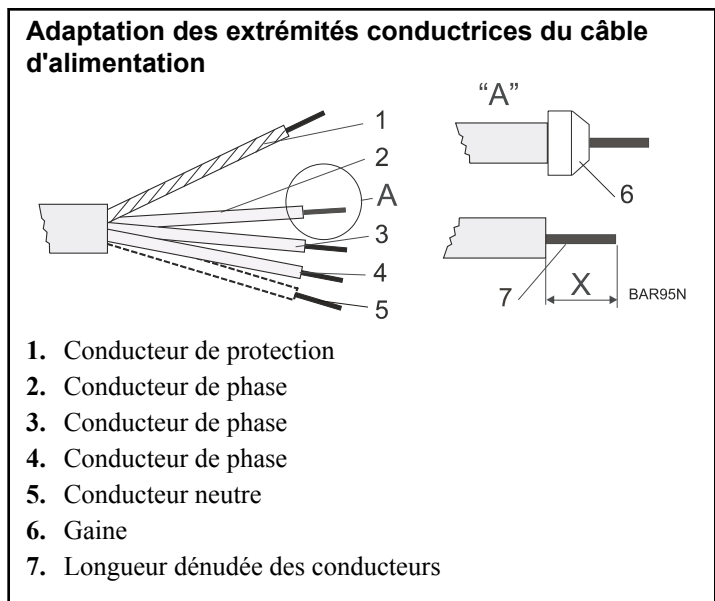
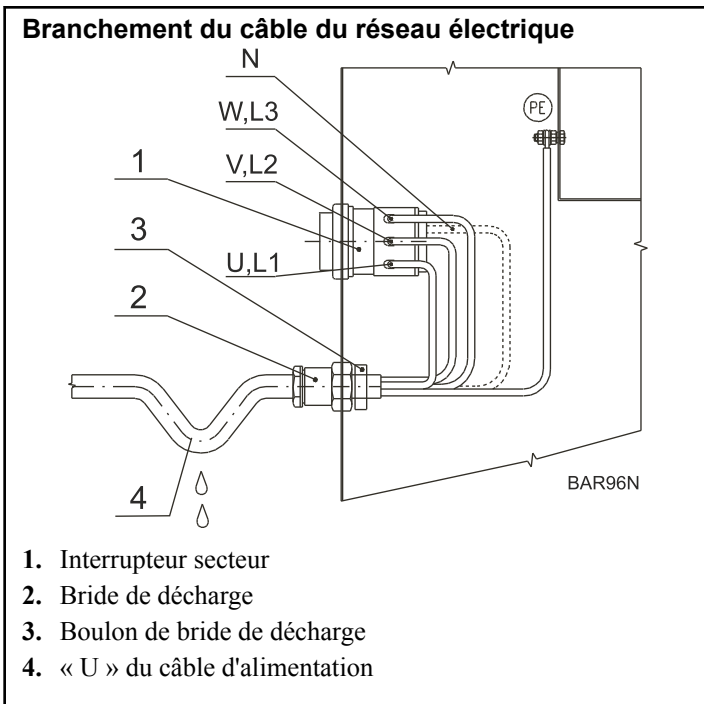

Figure 21
Figure 22
2. Dégagez les extrémités du conducteur. Voir *Figure 21*.
4. Avec les conducteurs torsadés, utilisez des « tubes de terminaison de câble », avec un manchon isolé (6) pour les conducteurs L1/U, (L2/V), (L3/W), (N). Assurez-vous qu'il n'y a pas de contact accidentel, étant donné que le câble d'alimentation est toujours sous tension même lorsque l'interrupteur principal est éteint.
6. Connectez les conducteurs de câble d'alimentation aux bornes d'entrée (interrupteur principal (1) marqué avec L1/U, (L2/V), (L3/W), (N), et le terminal (vis en cuivre) marqué avec PE. Voir *Figure 22*.
7. Prévoyez de faire un U avec le câble à proximité de la machine pour qu'il ne soit pas tendu. Cela évitera que de l'eau condensée goutte dans la machine. Voir *Figure 22*.